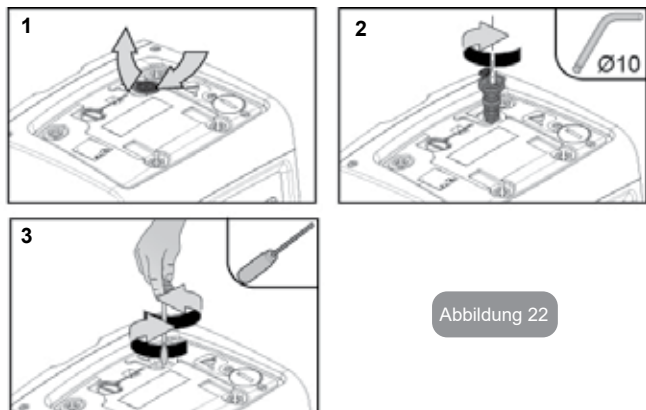

Abbildung 22
2. Den Gummibelag des Zugangsdeckel an der Motorwelle anheben (Abb. 22);
3. Mithilfe eines 10 mm Inbusschlüssels den Zugangsdeckel der Motorwelle abnehmen (Abb. 22);
4. einen Schraubendreher an der Kerbe der Motorwelle ansetzen und in die beiden Drehrichtungen bewegen (Abb. 22);